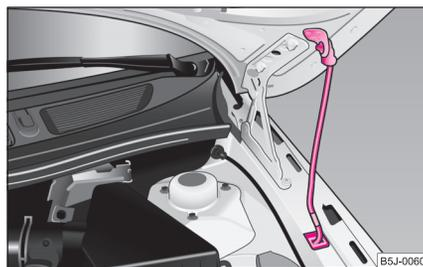

Abb. 156 Sicherung der Motorraumklappe mit der Klappenstütze
- Nehmen Sie die Klappenstütze aus der Halterung und setzen Sie die Klappenstütze in die dafür vorgesehene Öffnung ⇒ Seite 176, Abb. 156.